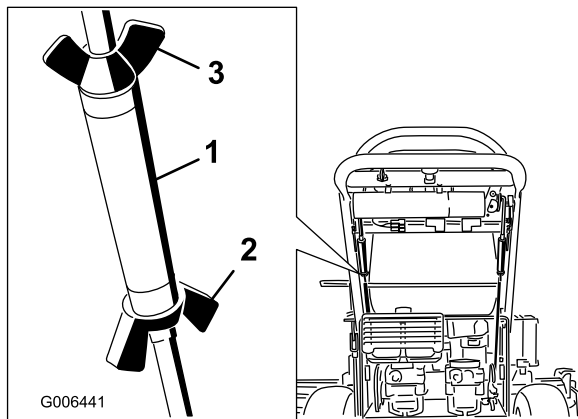

Figura 45
2. Allentate i dadi ad alette sull'asta di comando destra e ruotate il tornichetto verso l'interno o verso l'esterno per assicurarvi che la leva di controllo destra sia centrata in posizione di blocco in folle. Fissate il tornichetto in posizione con i dadi ad alette (Figura 45).
3. Allentate i dadi ad alette sull'asta di comando sinistra e ruotate il tornichetto verso l'interno o verso l'esterno per cambiare l'allineamento. Fissate il tornichetto in posizione con i dadi ad alette (Figura 45).